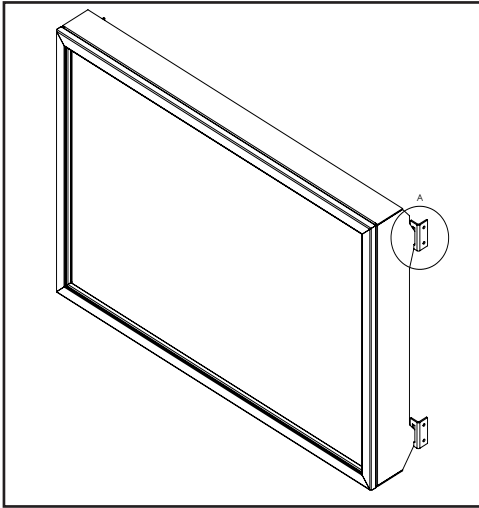

Figure 29a: Installation de l'écran de sécurité sur le support de l'armoire (pièces retirées pour plus de clarté)
Pour installer l'écran de sécurité, maintenez-le debout devant le foyer avec quatre (4) crochets pointant vers le foyer. Faites glisser les crochets dans les supports correspondants de chaque côté du meuble (voir figures 29a et 29b). Assurez-vous que les crochets sont bien fixés pour confirmer la bonne installation. Pour retirer l'écran de sécurité, détachez-le des supports.